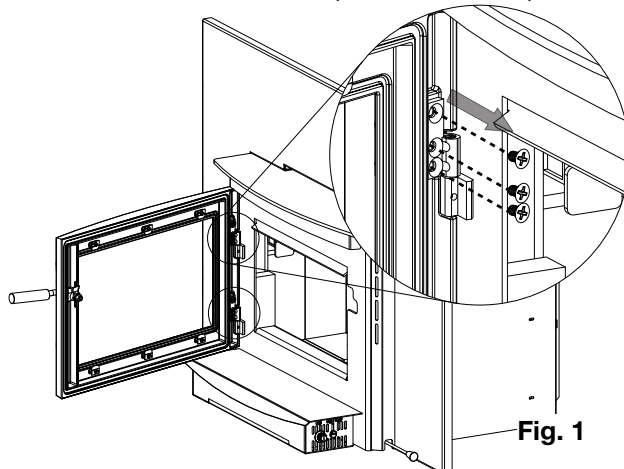

Fig. 1
1. With one hand on the door to prevent it from falling, open the door and remove the 6 large screws located on the hinges (**Fig. 1**).
1. Avec une main sur la porte de la-prévenir de tomber, ouvrez la porte et retirez les 6 grandes vis situées sur les charnières (**Fig. 1**).